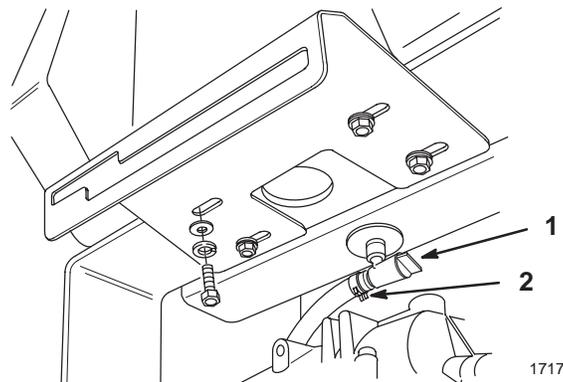

Figure 26
2. Fermer le robinet d'essence sous le réservoir (Fig. 26).
3. Pincer les extrémités du collier du flexible, et faire glisser le collier pour l'éloigner du robinet (Fig. 26).
4. Tirer sur le flexible pour le détacher du robinet (Fig. 26). Ouvrir le robinet et laisser l'essence s'écouler dans un bidon d'essence ou un autre récipient.
6. Ouvrir le robinet d'essence sous le réservoir (Fig. 26).